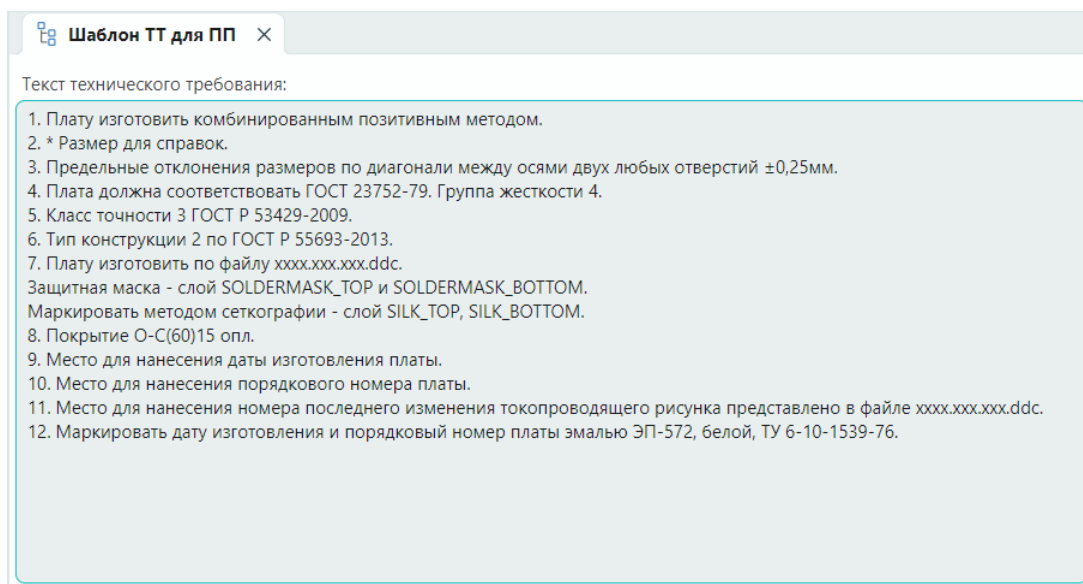

Рис. 106 Окно редактора шаблонов КД
3. Отредактируйте текст технических требований в окне редактора шаблонов КД, см. Рис. 106.